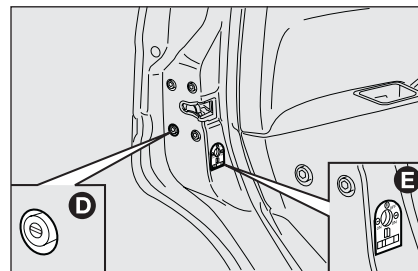

fig. 12
- ☐ inserimento dispositivo **D**-fig. 12 blocco apertura dall'esterno delle porte anteriori e posteriori quando l'impianto elettrico risulta non funzionante (es. batteria scarica);
- ☐ inserimento dispositivo di sicurezza bambini **E**-fig. 12 su porte posteriori.